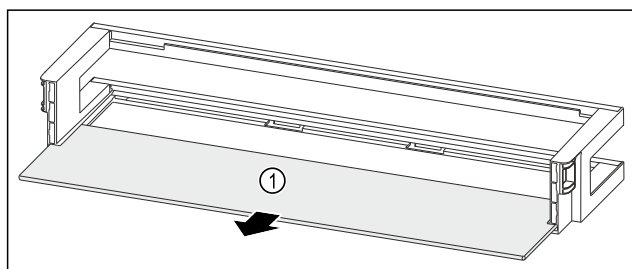

Fig. 243 Türabsteller mit Abstellfläche
- ▶ Abstellfläche Fig. 243 (1) entnehmen.